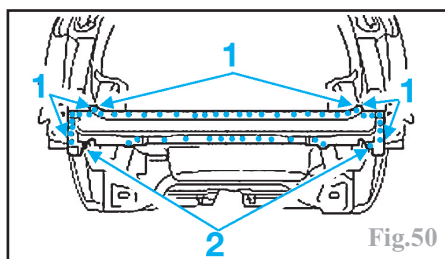

Fig.50
Fraiser les points de soudure (1) et (2 : deux épaisseurs de tôle) (Fig.50)